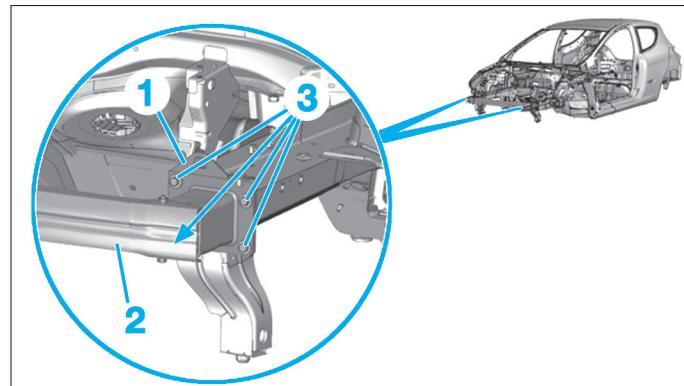

FIG. 3
- Positionner la platine de longeron (1) avec l'absorbeur de chocs (2) avec les vis (3) (Fig.3).